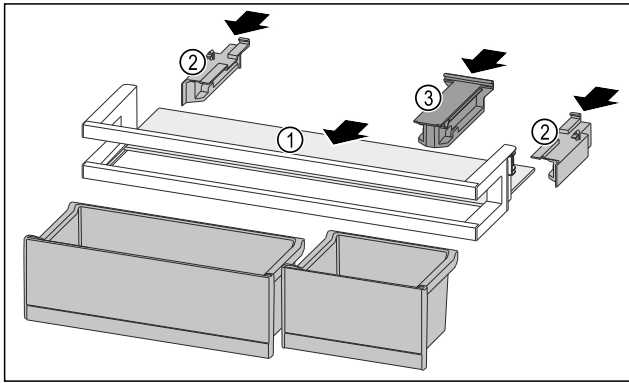

Fig. 91
- ▶ Draagplateau Fig. 91 (1) in de zijdelingse inkepingen schuiven.
- ▶ Zijdelen Fig. 91 (2) plaatsen.
- ▶ Bevestigingsdeel Fig. 91 (3) plaatsen.